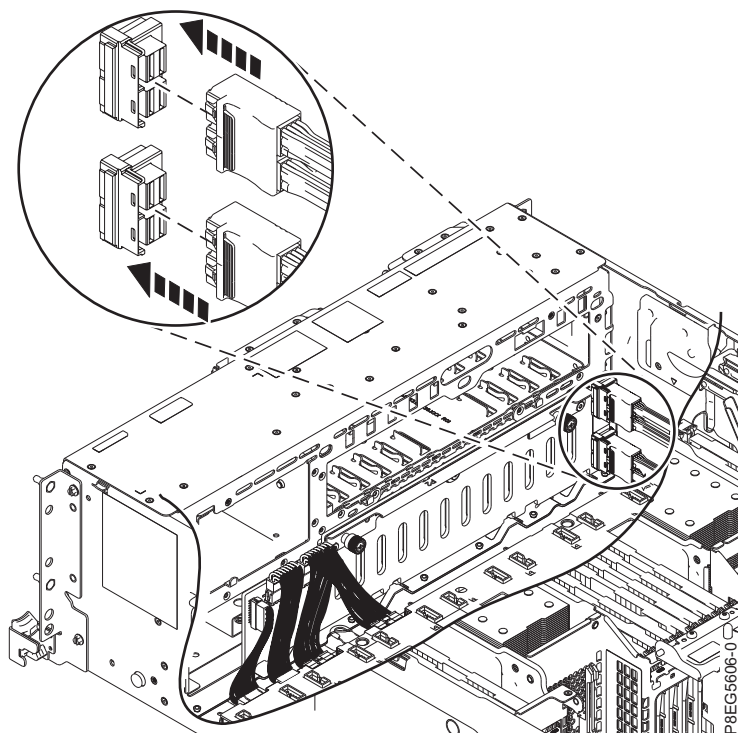

図 8. 前面 SAS ケーブルの再接続
6. 12 ページの図 8 に示すように、前面 SAS ケーブルをディスク・ドライブ・バックプレーンに再接続します。「カチッ」とラッチの音ができるまでコネクタを押し込みます。ケーブルをシャーシの側面に寄せて配置します。